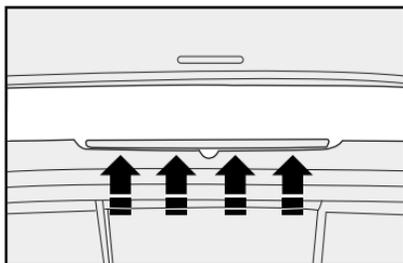

fig. 56
- 1) actuando en el compartimiento de carga, saque los tornillos que fijan el conjunto **fig. 56**, conforme indicado;